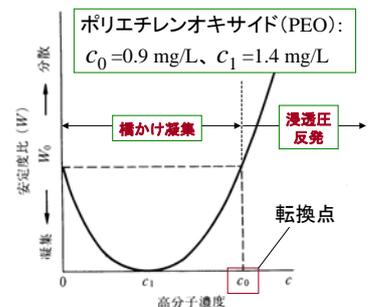

図 11.4 高分子濃度による凝集・分散作用の模式化
2. 図11.4の曲線は、安定度比(W)の高分子濃度依存性を示している。同じ系(ポリスチレンラテックスに対するPEO)において、PEOの分子量を90万とした場合、この曲線の形はどう変わるだろうか。 c_0 、 c_1 の変化を考慮して、900万の場合と比べて定性的に描いてみよ。